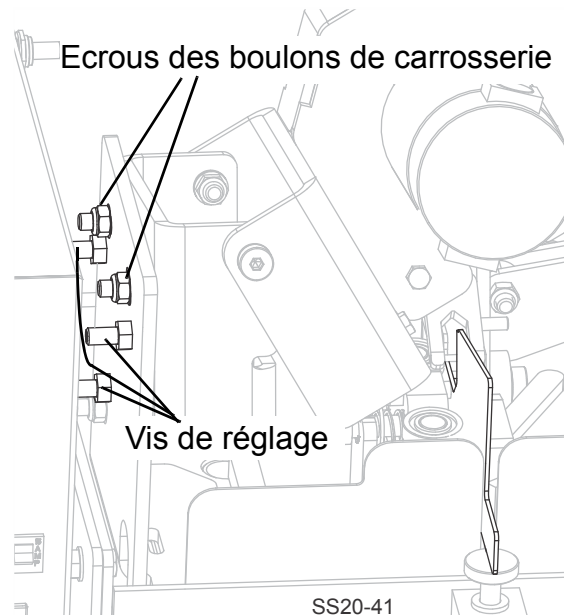

FIG. 4-3
6. Si le moteur et le carter ne sont pas correctement alignés, desserrez alors les deux écrous des boulons de carrosserie supérieurs, à l'endroit où le carter du moteur est fixé au socle. Voir fig. 4-3